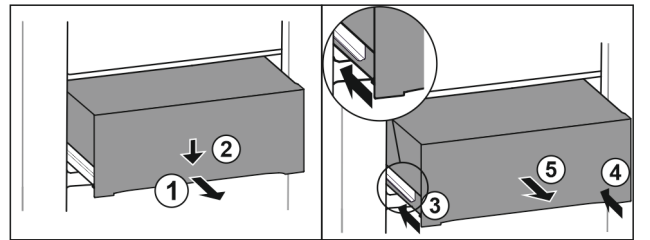

Fig. 86
- ▶ Витягніть ящик на половину. *Fig. 86 (1)*
- ▶ Спрямуйте висувний ящик вниз спереду. *Fig. 86 (2)*
- ▶ Вставте ліву рейку приблизно на 2 см. *Fig. 86 (3)*
- ▶ Вставте праву рейку приблизно на 2 см. *Fig. 86 (4)*
- ▶ Вийняти висувний ящик рухом вперед. *Fig. 86 (5)*